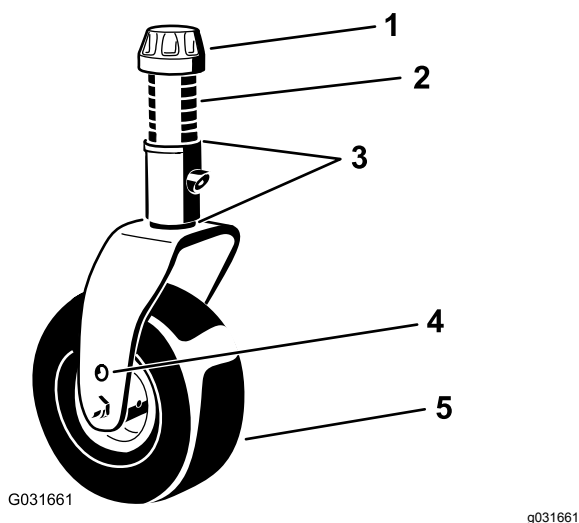
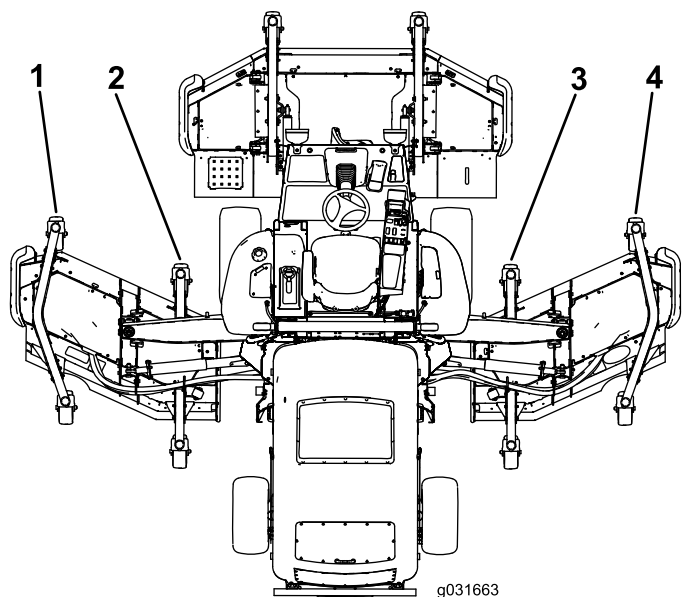

Рисунок 26
Рисунок 27
5. Если внутренняя кромка боковой деки газонокосилки находится слишком высоко по отношению к наружной кромке передней деки газонокосилки, снимите одну регулировочную прокладку с нижней части рычага переднего внутреннего поворотного колеса на боковой деке газонокосилки (Рисунок 26 и Рисунок 27).
6. Если внутренняя кромка по-прежнему находится слишком высоко, снимите еще одну прокладку с нижней части рычага переднего внутреннего поворотного колеса боковой деки газонокосилки и одну прокладку с рычага переднего наружного поворотного колеса боковой деки газонокосилки (Рисунок 26 и Рисунок 27).
7. Если внутренняя кромка боковой деки газонокосилки находится слишком низко по отношению к наружной кромке передней деки газонокосилки, добавьте одну прокладку (1/8 дюйма) в нижнюю часть рычага переднего внутреннего поворотного колеса на боковой деке газонокосилки (Рисунок 26 и Рисунок 27).